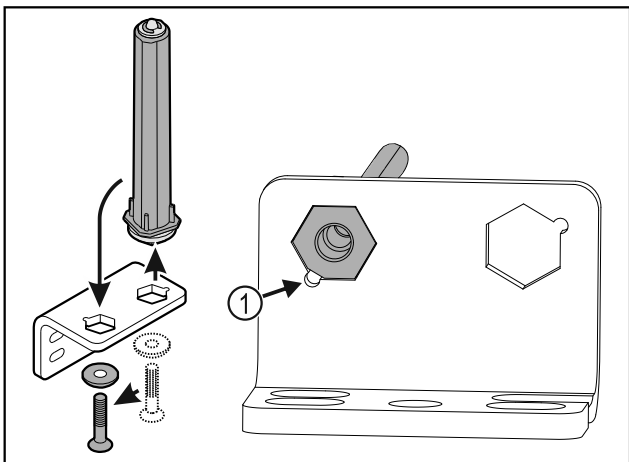

Fig. 32
- ▶ Let erop dat bij het plaatsen de boutafschuining Fig. 32 (1) naar het ronde gat wijst.